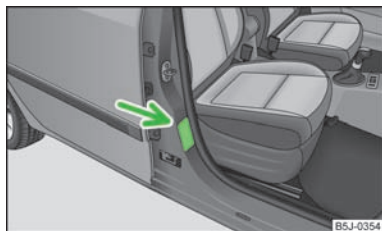

Fig. 107
- O autocolante na coluna B, do lado do passageiro dianteiro, chama a atenção para este facto » Fig. 107. O autocolante fica visível ao abrir a porta do lado do passageiro dianteiro. Para alguns países, o autocolante também está colocado na pala de sol do lado do passageiro dianteiro.